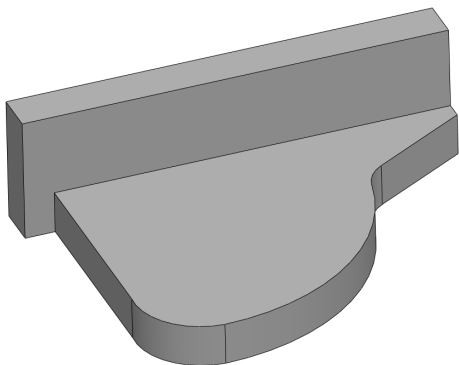

图 14-39 创建拉伸凸台特征
(5) 退出草图绘制环境，单击【拉伸凸台/基体】按钮，选择新绘制的草图，弹出【凸台-拉伸】属性管理器，单击【反向】按钮，设置【深度】为 17，单击【确定】按钮，即可创建拉伸凸台特征，效果如图 14-39 所示。